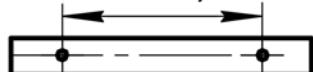

Рисунок. 1 1.Корпус в сборе. 2.Крышка 3.Рассеиватель. 4.Пружина 5.Патрон.
4.2 Светильники в соответствии с Рис.1 состоят из корпуса поз.1. в котором размещена электрическая схема, двух торцевых крышек поз.2. которые крепятся к корпусу с помощью пружин поз.4 и рассеивателя поз.3